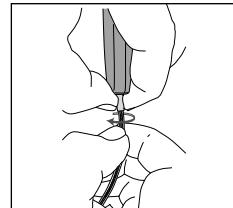

Fig. 7
6. Drej det ydre teflonkabel fra drejekontakten i bunden af satellitten. Placer drejeleddet i den ene hånd mellem tommelfinger og pegefingern og det ydre teflonkabel i den anden hånd mellem tommelfinger og pegefingern, og skru det ydre kabel af (mod uret) fra drejeleddet (se fig. 7). Træk det indre kabel udad gennem svirvelen.